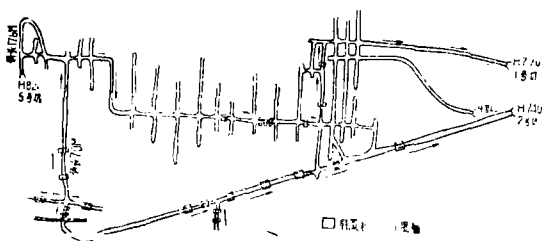

图 1
6. 开凿通风天井:开凿通风天井的优点是縮短了通风距离,減少了通风材料及負压的损失,可以利用自然通风。我队一号坑道在通风极端困难的情况下开凿了一个36M的通风天井,通风情况馬上好轉。58年在一千多公尺的坑道里,利用生产矿山的漏矿天井通风(如图1),效果非常显著。但是通风天井的开凿費用很大,故須慎重考虑決定。